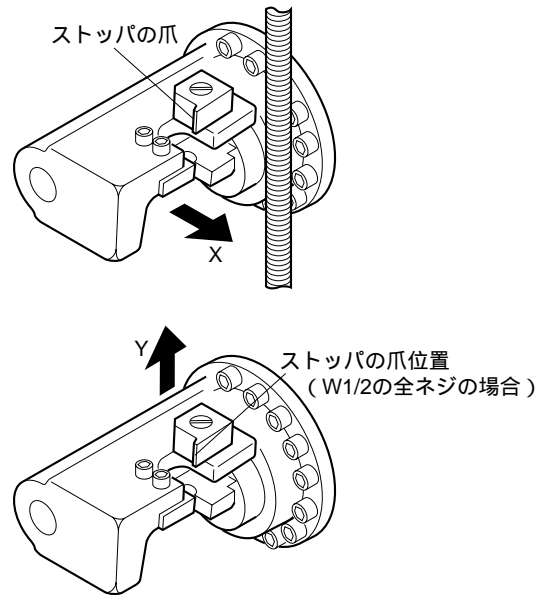

図1
- (1) 全ネジをセットするときは、ストップの爪を図1の位置にしてください。
- (5) スイッチをはなしますと、カッタロッドは自動的にもとの位置までもどります。カッタロッドは先端まで前進し、停止するまでは、途中でスイッチをはなしてももとの位置へはもどりません。
- (6) 切断後はストッパを図1の位置にして、材料からはずしてください。